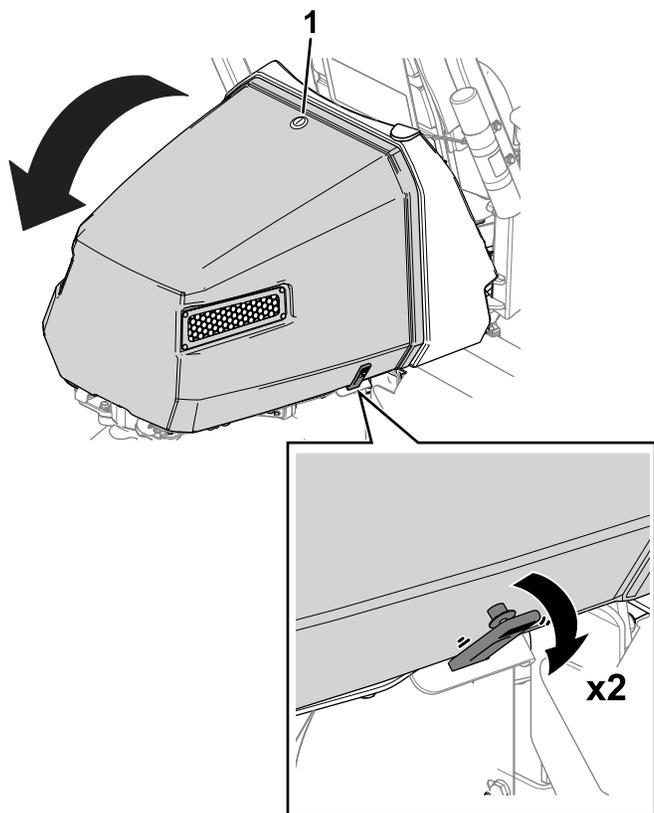

图 37
1. 松开机罩门锁 图 37。
2. 从机罩两侧松开箍带 图 37。